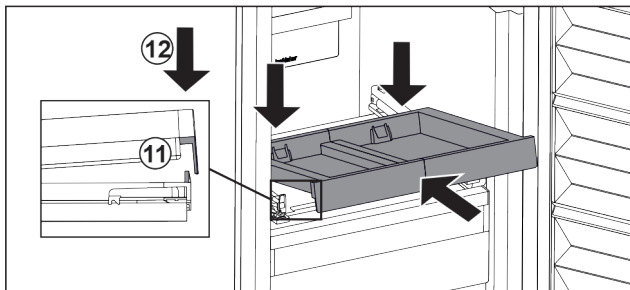

Fig. 103
- ▶ Вкарайте под ъгъл. Обърнете внимание на това, ограничителят и от двете страни да е зад езичето. *Fig. 103 (11)*
- ▶ Спуснете изтеглящата се дъска отпред. *Fig. 103 (12)*